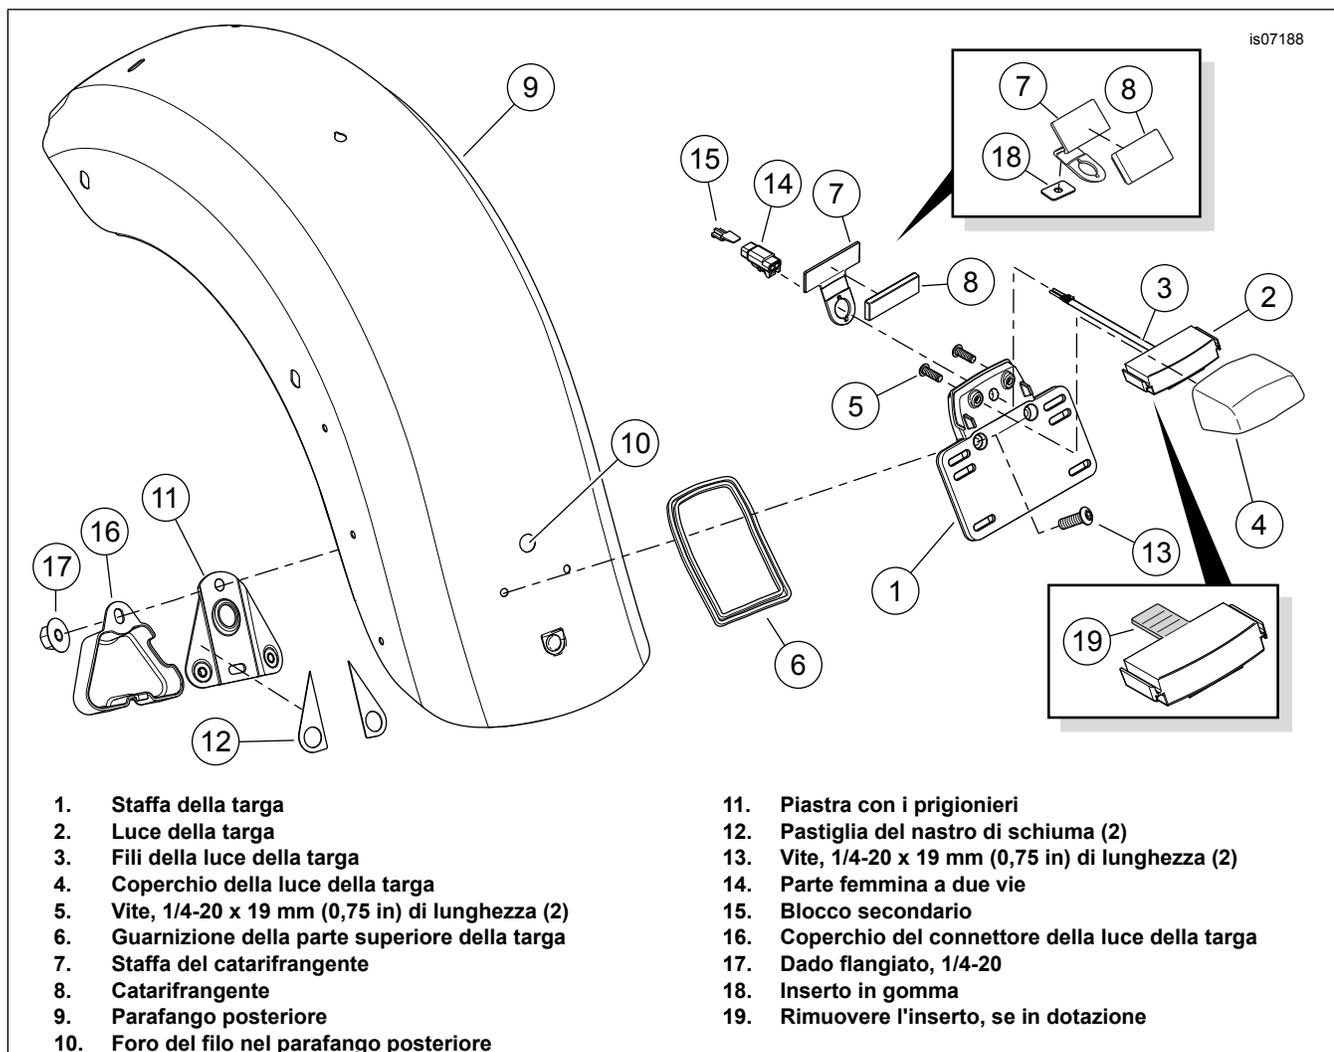

Figura 4. Installazione della luce della targa e della staffa
Alcune luci della targa presentano una linguetta (vedere l'inserto Figura 4, elemento 19) che impedisce l'installazione. Prima di procedere rimuovere la linguetta.
1. Vedere Figura 4. Montare la luce della targa (2) e il coperchio (4) sulla staffa della targa (1). Serrare le viti a una coppia (5) di 6,4–7,8 N·m (57–69 in-lbs).
2. Procurarsi la piastra con i prigionieri (11) e i due cuscinetti adesivi in schiuma (12) dal kit. Staccare il rivestimento da un lato della superficie adesiva di un cuscinetto. Posizionare con attenzione il cuscinetto su una flangia della piastra con i prigionieri, sul lato opposto ai dadi. Spingerla saldamente al suo posto. Ripetere con il secondo cuscinetto sulla flangia restante. Rimuovere il rivestimento dal lato esposto dei cuscinetti.
3. Procurarsi dal kit il catarifrangente (8) e la staffa (7) corretti. Rimuovere il rivestimento dalla parte posteriore adesiva del catarifrangente. Installare sulla staffa come illustrato.
Per i modelli HDI che usano la staffa del catarifrangente 60921-09 (vedere Figura 4): rimuovere il rivestimento dalla parte posteriore adesiva dell'inserto in gomma da 30 x 19 x 1 mm (x in) (18). Posizionare l'inserto sulla parte posteriore della staffa del catarifrangente (7) sopra il foro, come illustrato. Spingerla saldamente al suo posto.
4. Tenendo ferma la guarnizione (6) in sede, inserire i fili della luce (3) attraverso la staffa della targa (1), la staffa del catarifrangente (7) e il foro (10) nel parafango (9).
5. Tenere in posizione la piastra con i prigionieri (11) sul lato inferiore del parafango. Assicurare la staffa della targa (1) alla piastra con i prigionieri con le viti (13). Serrare le viti a fondo.
6. Inserire i fili della luce della targa nella parte femmina a due vie (14) in conformità al manuale di manutenzione. Assicurare con il blocco secondario (15). Collegare la parte maschio a due vie del cablaggio posteriore alla parte femmina [45B] della luce della targa.
7. Installare il coperchio del connettore della luce della targa (16). Fissare con un dado flangiato (17). Serrare il dado a una coppia di 3,4–5,1 N·m (30–45 in-lbs).